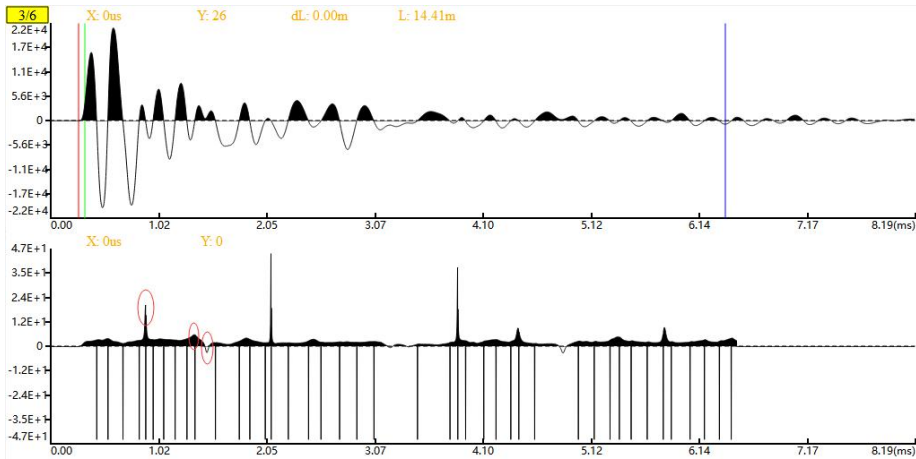

图 3-15 异常提取
- 异常提取：对需分析的波形进行异常提取操作，并显示在分析视图的第二块区域，变化如图 3-15 所示，点击异常提取之后观察下方的波形，从时域来分析该波形的变化和直观的观察的它的突变点（图中红色框圈起位置）可以分析判断缺陷大致位置，快捷键为 **Ⓜ**。